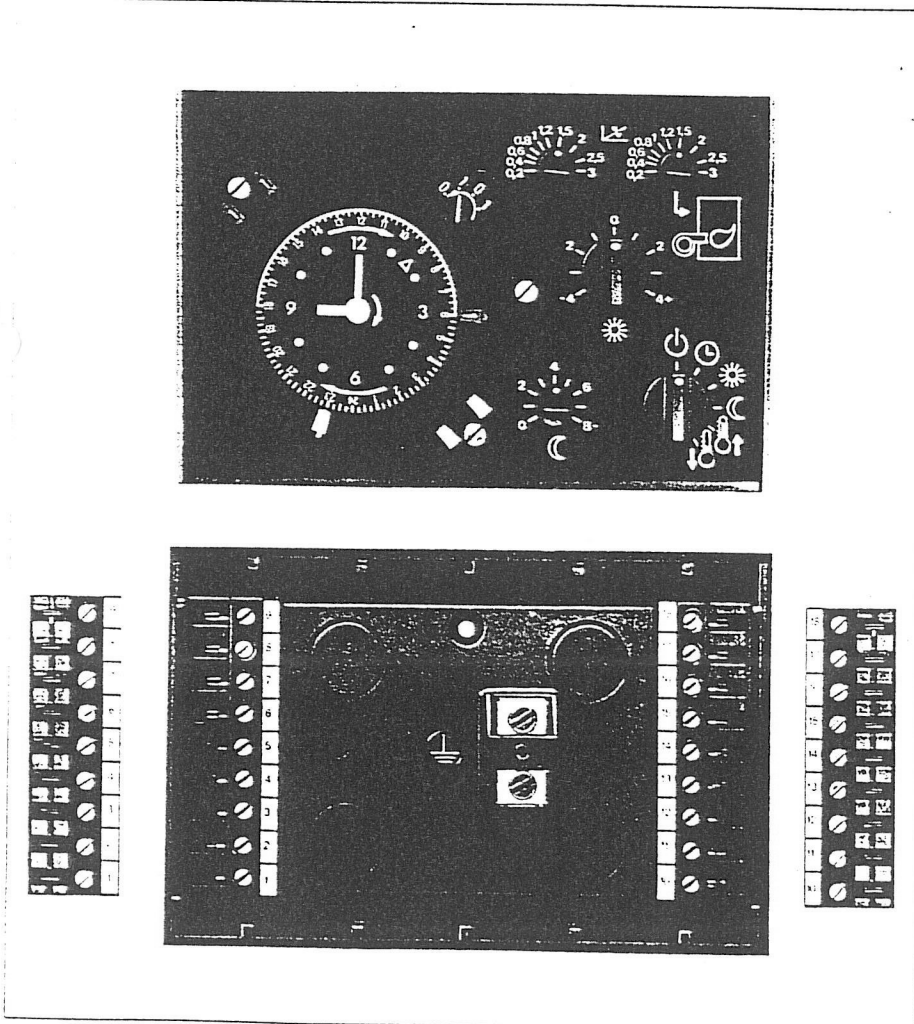

Bild 10 Zentralgerät ZMP mit Grundplatte/Klemmenblock
3.6 Zentralgerät ZMP (Bild 10)